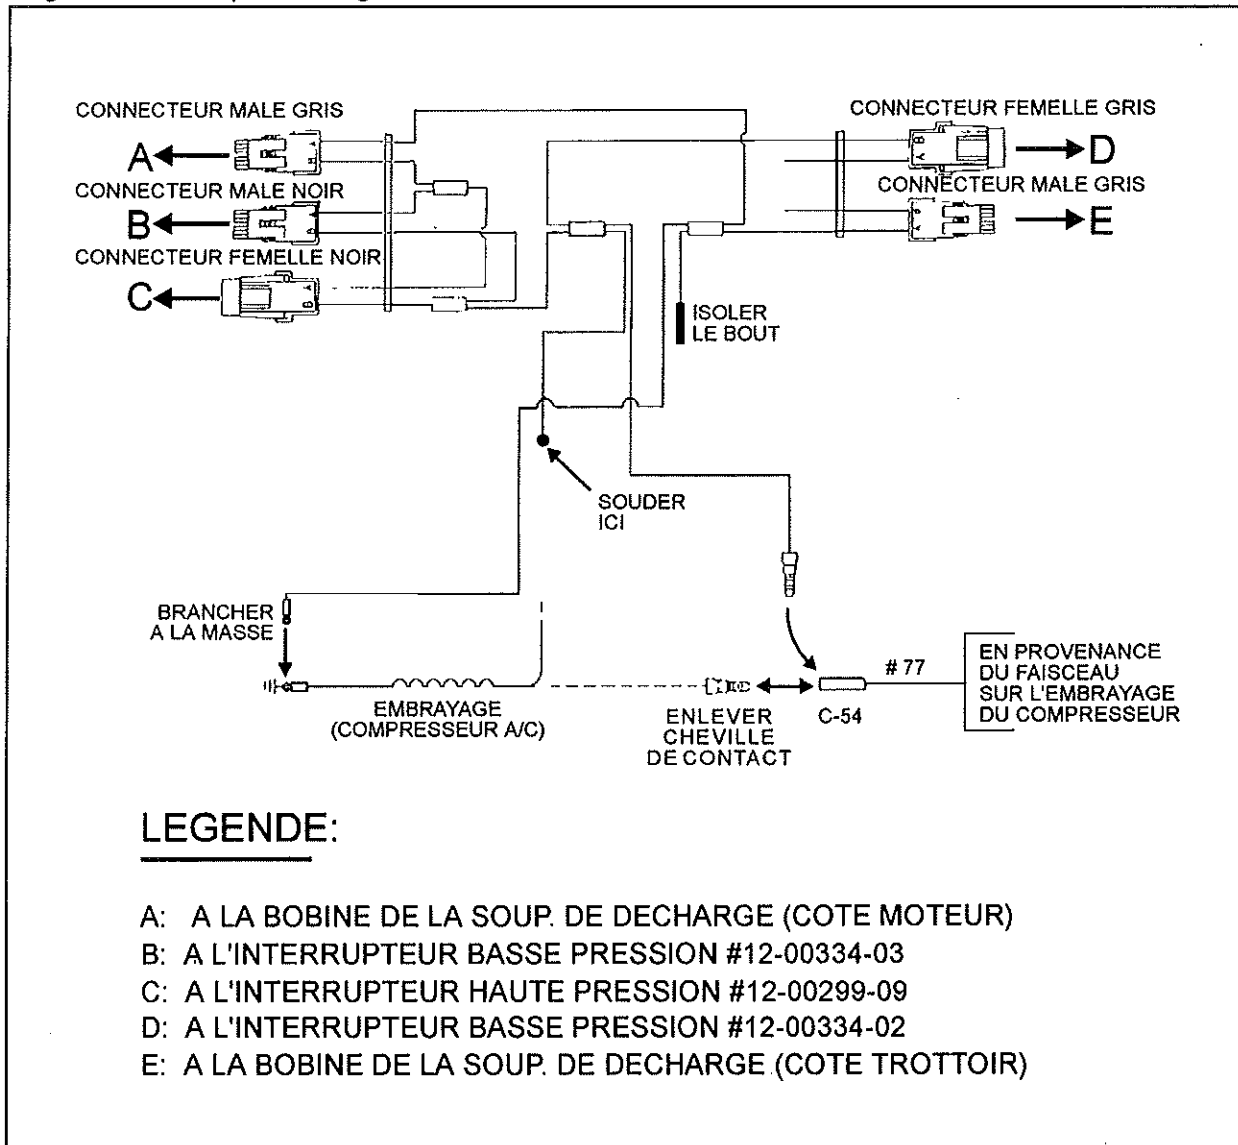

Fig. 4 - Installation du faisceau de fils #95-0250
provenance de la même épissure que le fil branché à l'étape précédente (voir fig. 4).
15. Brancher les connecteurs du faisceau de fils aux interrupteurs à pression tel qu'illustré dans le diagramme électrique de la figure 4.